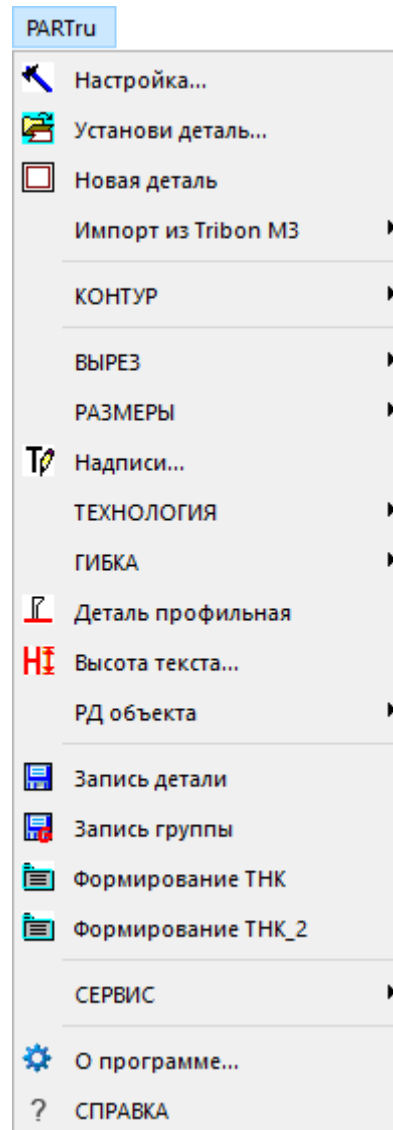

Рис. 3. Падающее меню **PART**
На рис. 3 показано падающее меню **PART**, в котором собраны команды модуля **Part**:
**Примечание.** При создании детали с нуля следует использовать команду **Новая деталь** (см. рис. 3). Помимо создания слоев, это позволит **избежать ситуации**, когда после записи детали текущий чертеж закроется и пользователь окажется в режиме **нуля открытых документов**.